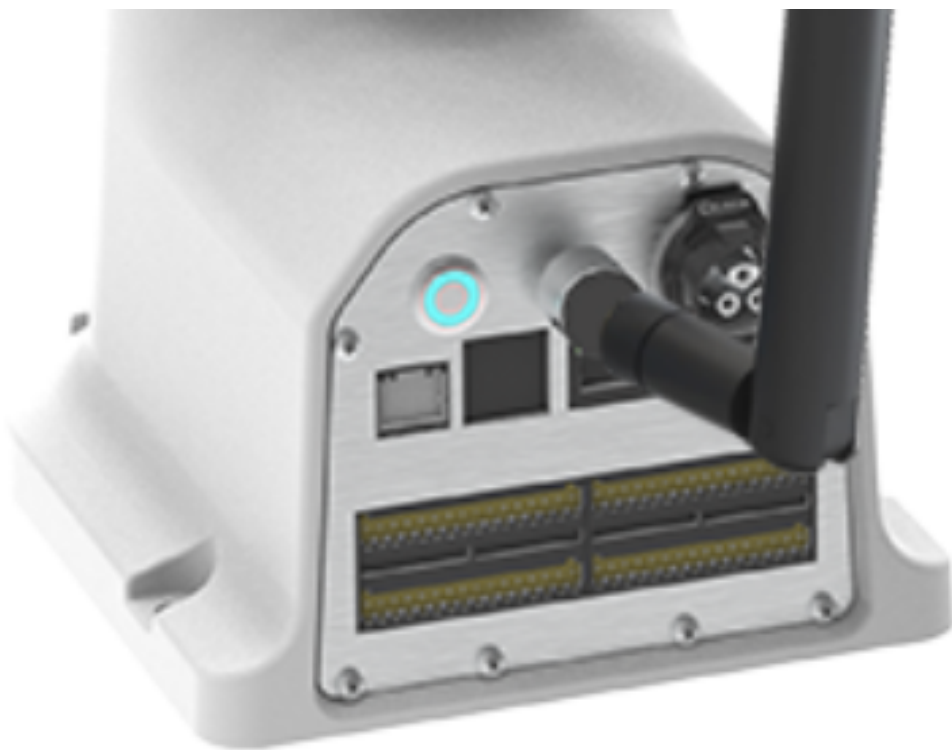

图 12-5 安装无线天线
2. 将无线天线插入到无线天线接口，并旋紧，如图 12-5 所示。